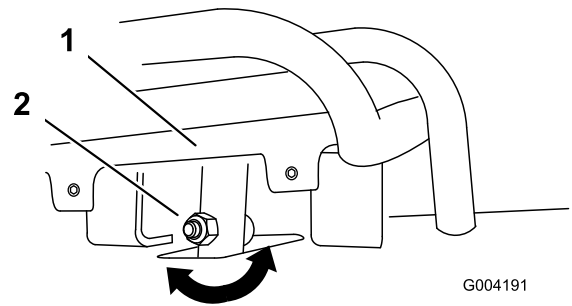
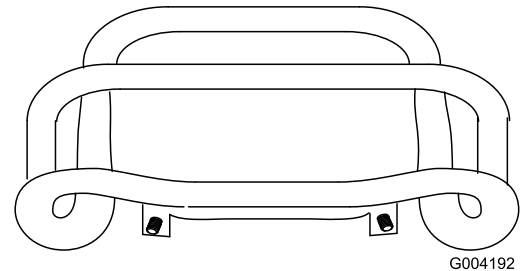

Figura 54
Figura 55
4. Si la parte delantera del control de tracción no queda enrasada con y paralela a la barra de referencia, afloje la tuerca con arandela prensada y el perno del tubo del control de tracción (Figura 54).
5. Ajuste el control de tracción hasta que quede enrasado con la barra de referencia al tirar del mismo hacia atrás del todo (Figura 54 y Figura 55).
- C. Afloje la tuerca con arandela prensada y el perno del tubo del control de tracción (Figura 54).
I. Ajuste el control de tracción hasta que quede enrasado con la barra de referencia al tirar del mismo hacia atrás del todo (Figura 54 y Figura 55).